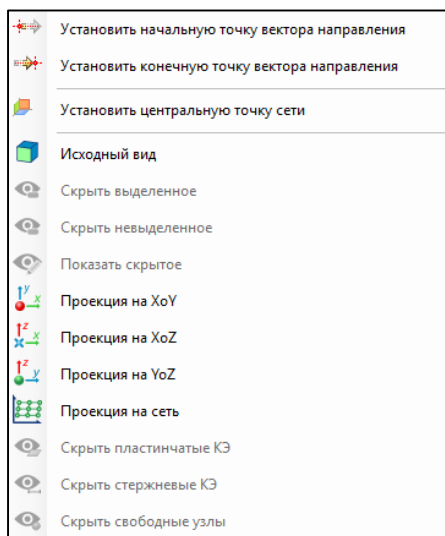

Рис. 2.32. Контекстное меню
2. Навести курсор на «начальную» точку, щелкнув правой кнопкой мыши. В появившемся контекстном меню (рис. 2.32) нужно выбрать команду **Установить начальную точку вектора направления**.